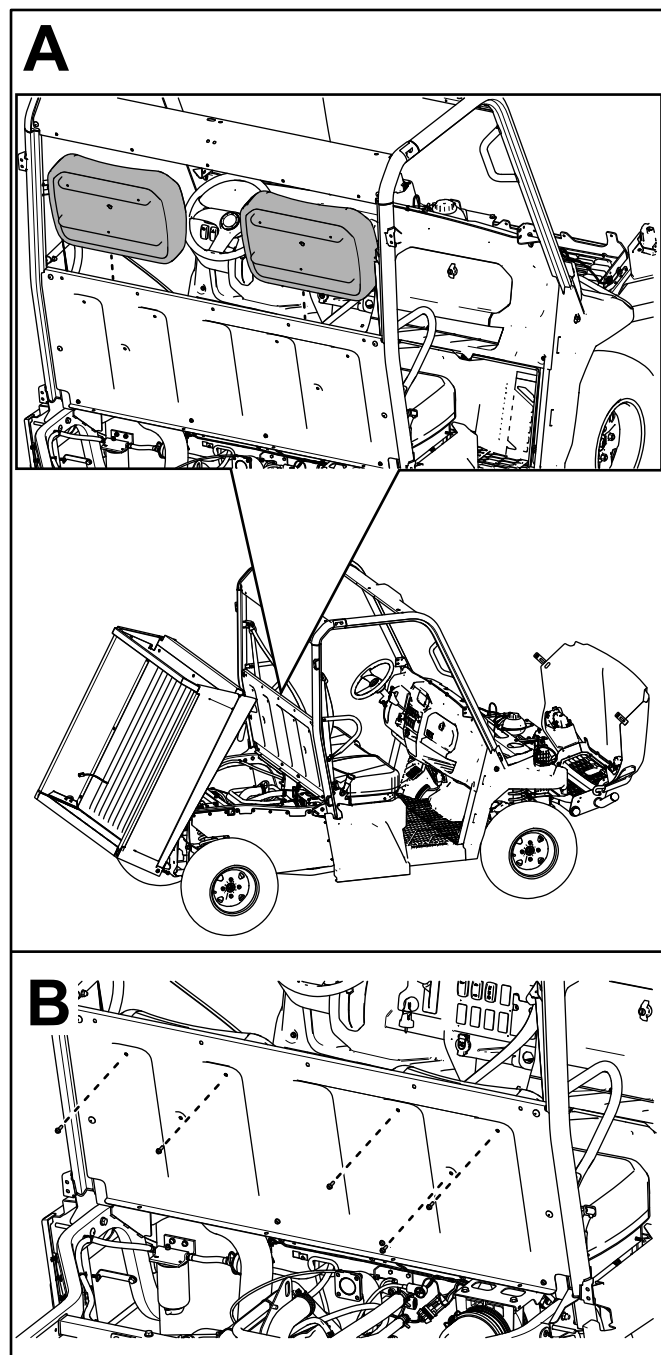

Figura 27
- E. Fije los 2 respaldos de asiento al panel del asiento con 5 pernos de cabeza hexagonal con arandela prensada (1/4" x 3/4"), tal y como se muestra en la Figura 27.